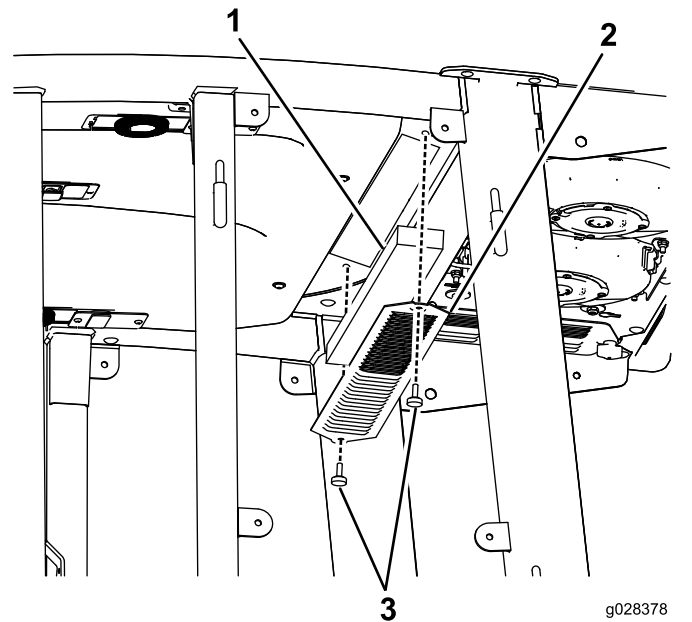
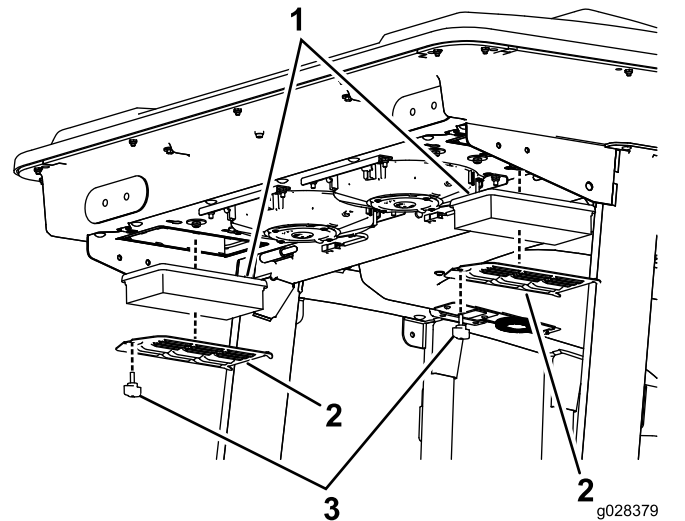

Figura 53
Figura 54
1. Retire los tornillos y las rejillas del filtro que está en el interior de la cabina y del filtro que está detrás de la cabina (Figura 53 y Figura 54).